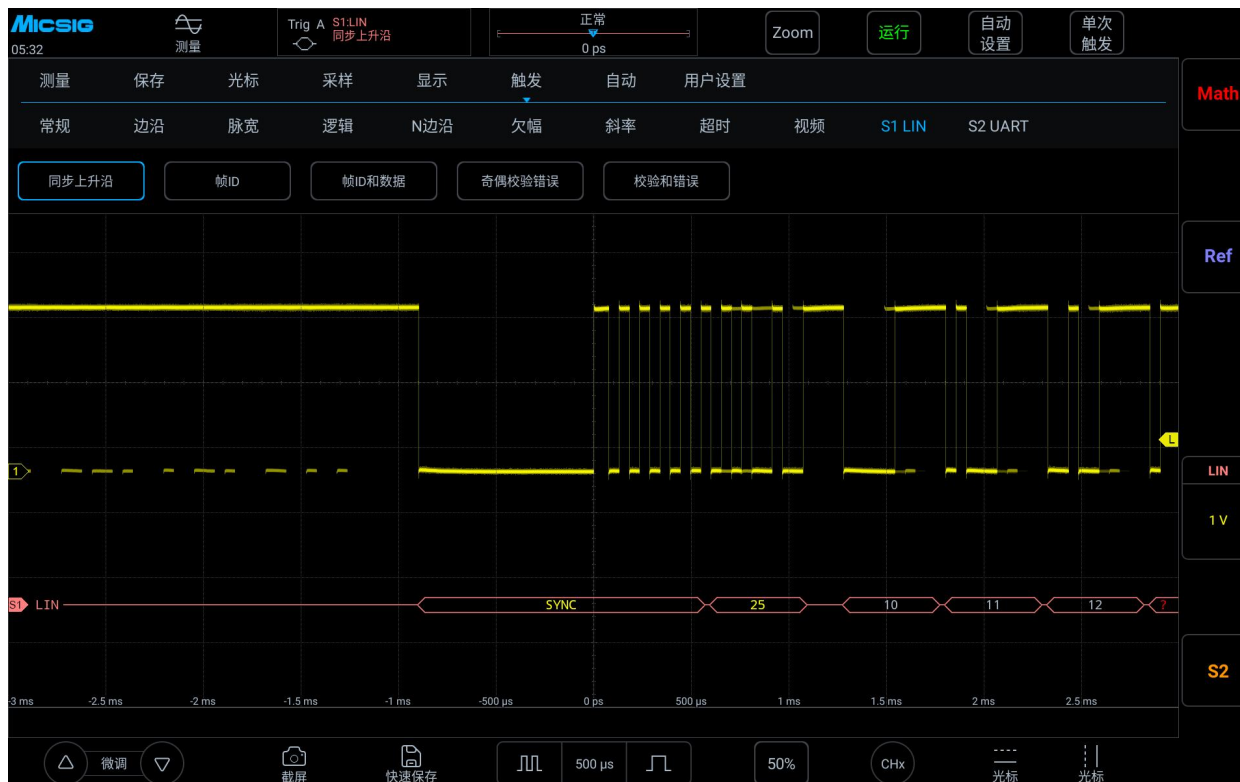

图 11-12 LIN 总线解码结果
- (1) 轻点 S1 打开解码通道，再次点击打开总线配置菜单；
- (2) 选择总线类型为“LIN”，依次点选“Ch1”“空闲高”“19.2kb/s”，然后关闭菜单；
- (3) 打开触发方式配置菜单，点选“同步上升沿”；
- (4) 点按  配置信息，打开解码通道阈值电平调节框，上下拖动调节框可以调节阈值电平；根据信号的幅值电平调节阈值电平使信号稳定触发。LIN 触发图形界面见图 11-12：